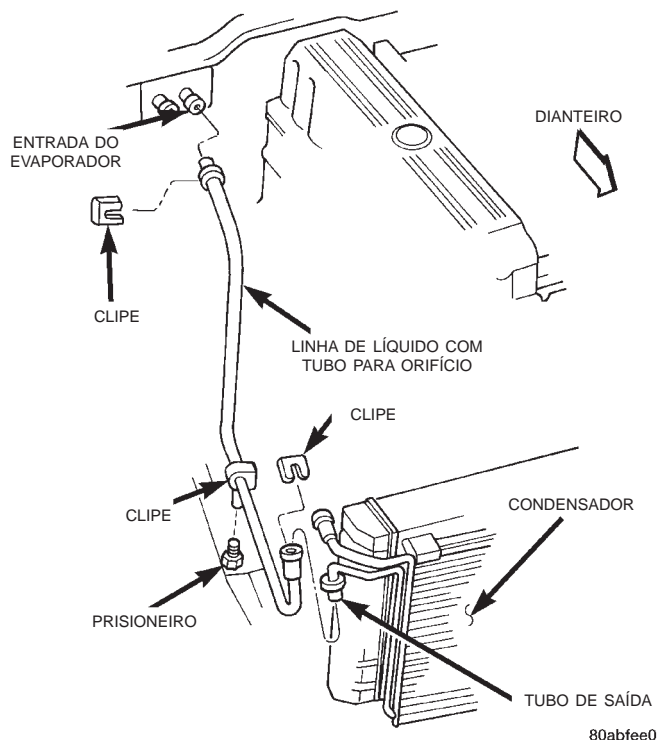

Fig. 32 Remoção/Instalação da Linha de Líquido - Direção do Lado Esquerdo
(3) Desconecte os acopladores da linha de líquido de refrigeração da linha de refrigeração na entrada do evaporador e na saída do condensador (Fig. 32). Consulte “Acoplador da Linha de Refrigeração”, neste grupo, para obter mais informações sobre os procedimentos. Instale plugues ou aplique fita sobre todas as ajustagens abertas da linha de refrigeração.